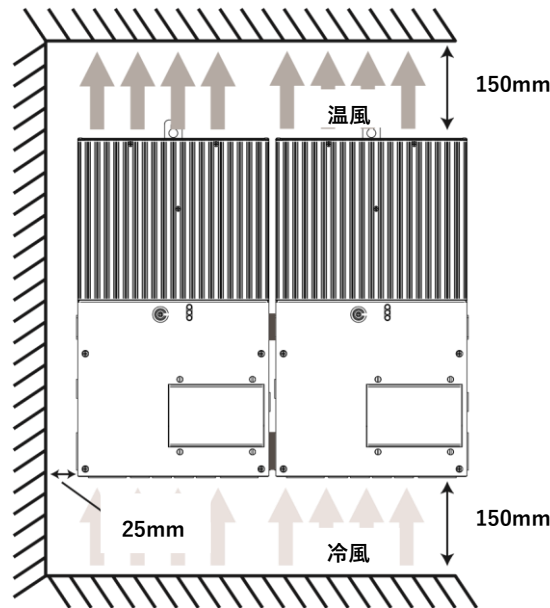

図 3.11 通気のための取り付け間隔
2. TriStar MPPT 600V を直射日光が当たらない、高温にならず、水のかからない垂直面に取り付けます。TriStar MPPT 600V の設置には適切な空気の流れのため、図 3.11 に示すように、上下に少なくとも 150mm の隙間と、それぞれの側にすくなくとも 25mm の隙間が必要です。